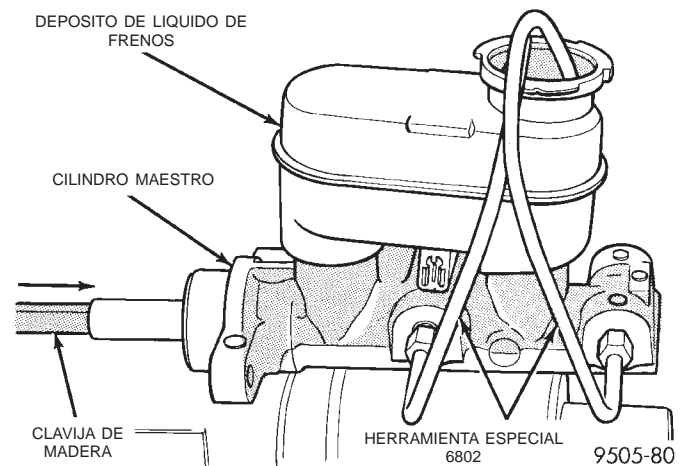

Fig. 40 Purga del cilindro maestro
(2) Llene el depósito de líquido de frenos con un líquido que cumpla las especificaciones DOT 3, tal como Mopar o equivalente.
(3) Mediante una clavija de madera (Fig. 40), apriete lentamente el vástago de pistón y permita después que los pistones vuelvan a su posición de retorno. Repita esta operación varias veces hasta